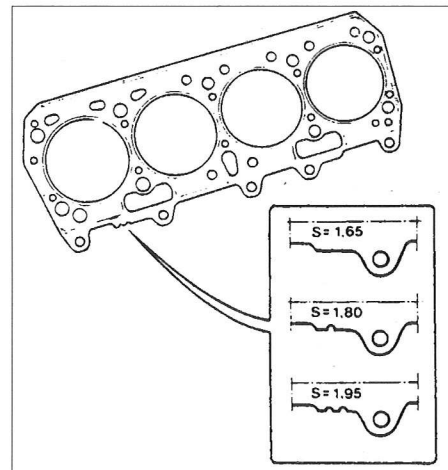

Fig. 5 – Referência da junta da cabeça
- Medir com um comparador a saliência dos êmbolos em relação ao plano da junta superior do bloco, a fim de determinar a espessura da junta a montar (Fig. 5).